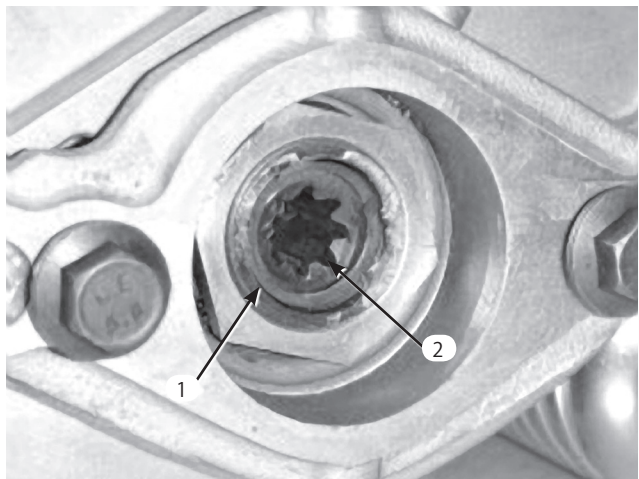

図7
- D. 駆動カップラをリール・チューブに固定しているスナップ・リングを取る (図7)。駆動カップラを取り外す。